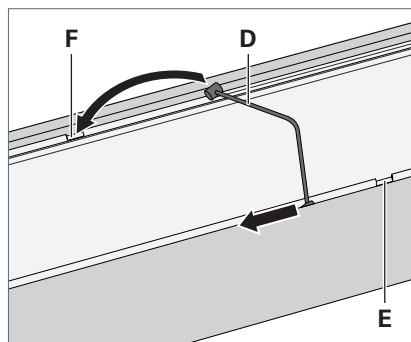

Fig. 3: Accrocher un câble métallique dans le luminaire.
- ▶ Faites passer une extrémité du câble métallique **D** à travers l'ouverture **E** dans la partie supérieure du luminaire, voir Fig. 3.